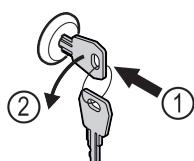

Fig. 162
- Introduceți cheia prin apăsare. Fig. 162 (1)
- Rotiți cheia cu 90° în sens invers acelor de ceasornic. Fig. 162 (2)